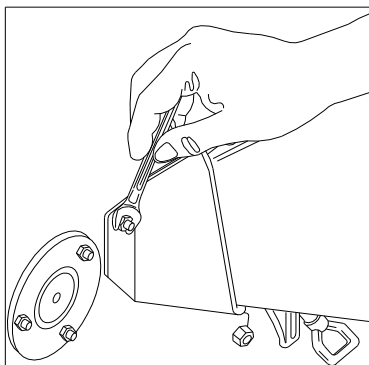

Fig. 13
- Schroef de 3 vijzen los en verwijder de laterale trechter zoals afgebeeld in Fig. 13.
- Verwijder de laterale trechter door losschroeven van de 3 vijzen (fig. 13)